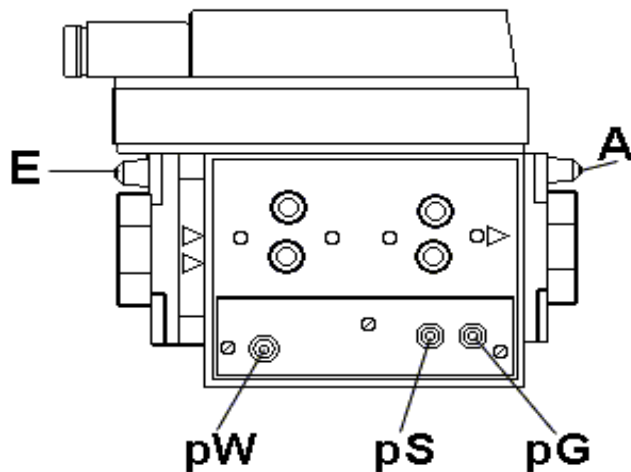

Bild 7
c) bei Armatur Kompakteinheit CG 220 ... (Bild 7)